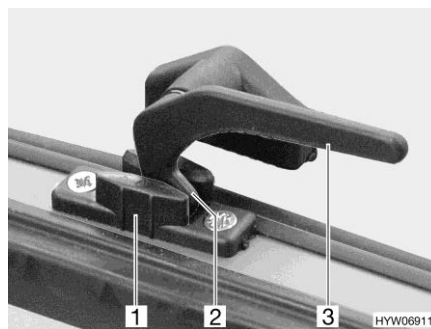

Fig. 56 Leva di serraggio (posizione "Aerazione continua")
- In posizione di "Aerazione continua" (Fig. 56)
- Ruotare la leva di serraggio (Fig. 56,3) di un quarto di giro verso il centro della finestra.
- Ruotare la leva di serraggio di un quarto di giro verso il telaio della finestra. Riportare contemporaneamente il nasello di chiusura (Fig. 56,2) nella rientranza della chiusura della finestra (Fig. 56,1).